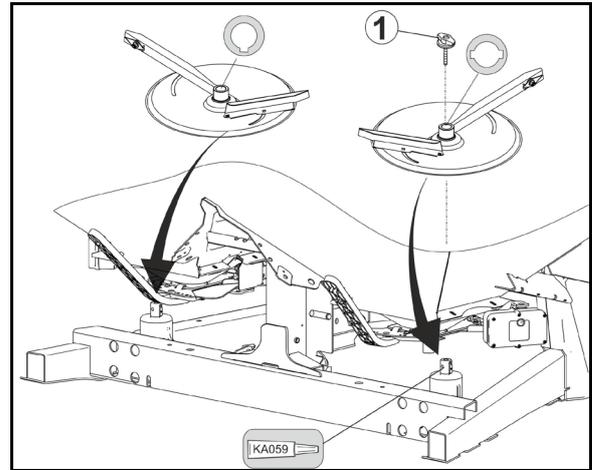

図 68
収容した量 [kg] 用の目盛り (図 68/2) で数値 17.5 (A) を探し、カラーの目盛り (図 68/3) の位置 K と合わせます。
8. 散布量用の目盛り (図 68/1) で希望する散布量 (400 kg/ha) (B) を探し、必要なシャッター位置 (位置) 23 (C) を読み取ります。